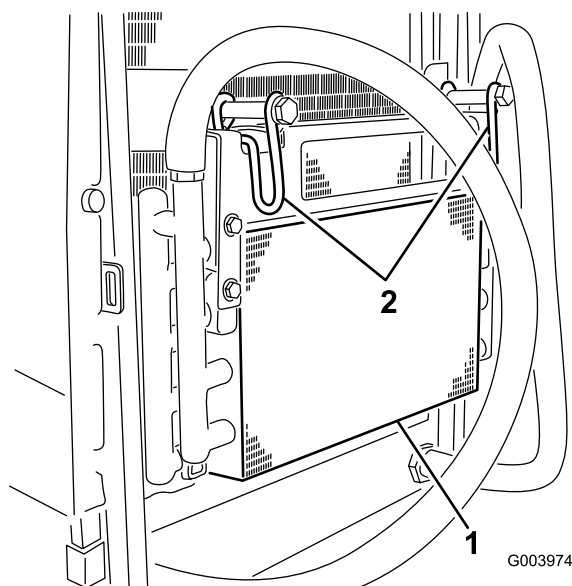

Figura 53
6. Gire el cierre hacia dentro para liberar el enfriador de aceite (Figura 53).